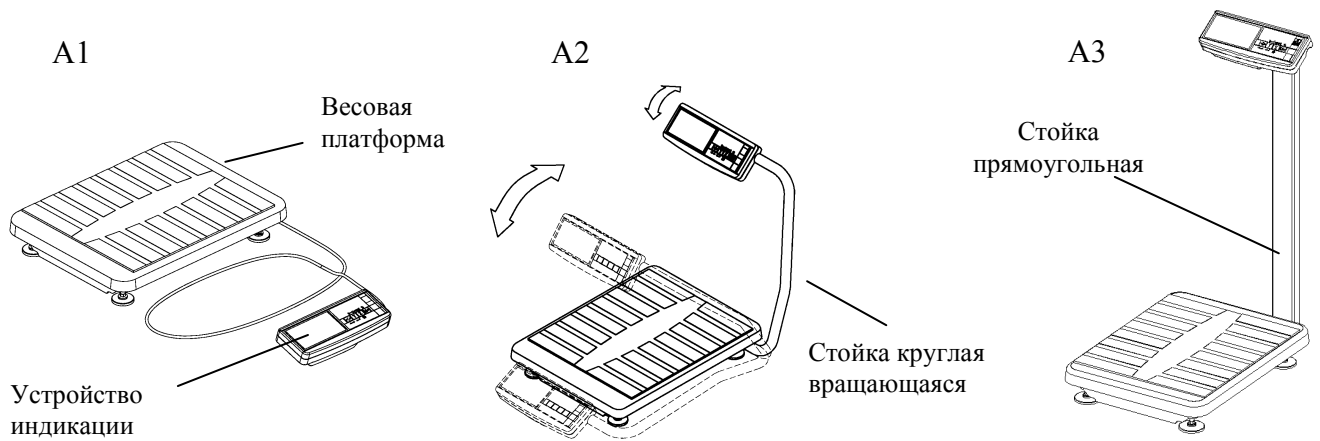

Рисунок 6.1 – Внешний вид весов
Весы состоят из весовой платформы и устройства индикации (рис. 6.1).
- Вращая стойку (рис. 6.1), установить ее в удобное для работы положение и зафиксировать, плотно затянув винты в кронштейнах основания (восемь винтов). На входе в стойку оставить припуск кабеля длиной 20-30 мм.